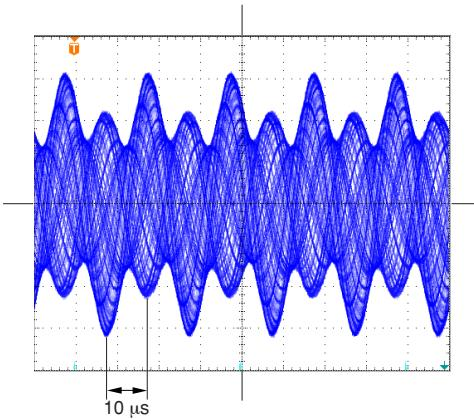
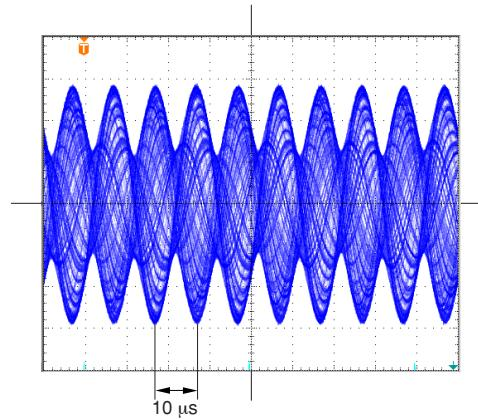

Abb. 6-2
Abb. 6-3
- ③ Drehen Sie den GBAL-Trimmer bis zum Anschlag im Uhrzeigersinn. Verfahren Sie den Maßstab, bis die in Abb. 6-2 gezeigte Wellenform sichtbar wird. Justieren Sie dabei den DC1-Trimmer so, dass benachbarte Spitzen wie in Abb. 6-3 gezeigt eine gleichförmige Höhe aufweisen. Ein Alarm wird ausgelöst, wenn die PM-Signalamplitude kleiner als 0,5 Vs-s wird.
- ④ Drehen Sie den GBAL-Trimmer bis zum Anschlag im Gegenuhrzeigersinn, und verfahren Sie den Maßstab wie in Schritt 3, bis die in Abb. 6-2 gezeigte Wellenform sichtbar wird. Justieren Sie dabei den DC2-Trimmer so, dass benachbarte Spitzen wie in Abb. 6-3 gezeigt eine gleichförmige Höhe aufweisen.